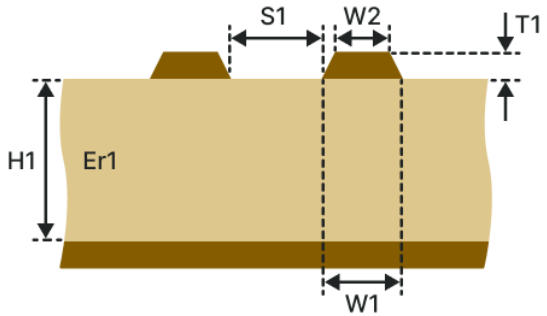

Рис. 141 Дифференциальная микрополосковая ЛП (ДМ-1Н)
- Дифференциальная микрополосковая ЛП (ДМ-1Н), см. Рис. 141.